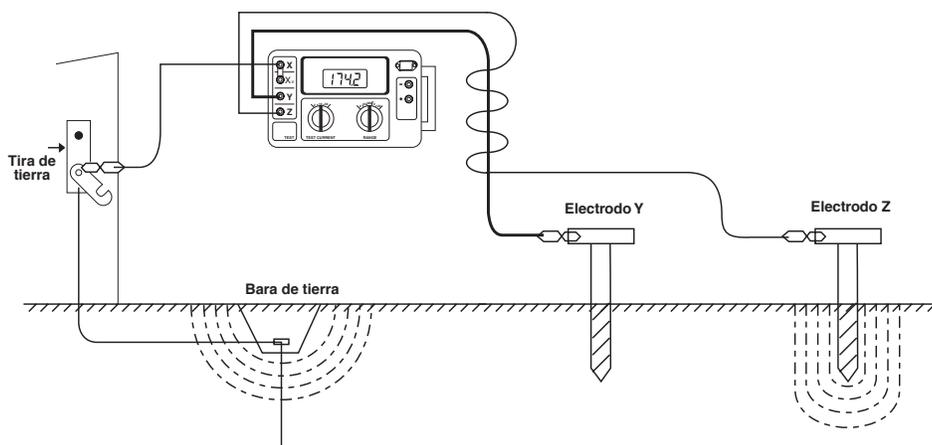

FIGURA 21
A) Trencé los cables auxiliares juntos. Esto a menudo tiene el efecto de cancelar los voltages de modo común entre estos dos conductores (Figura 21).